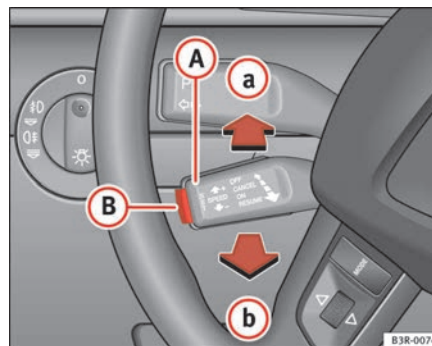

Fig. 144 Mandos del regulador de velocidad
- desplace la palanca (A) ⇒ página 180, fig. 144 hasta la posición (a) (sin encastrar).